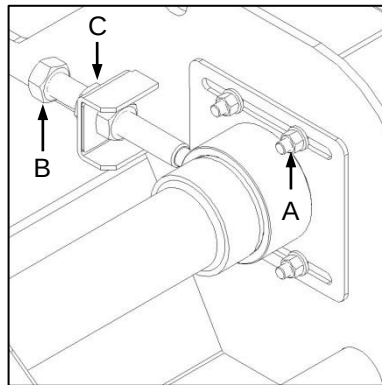
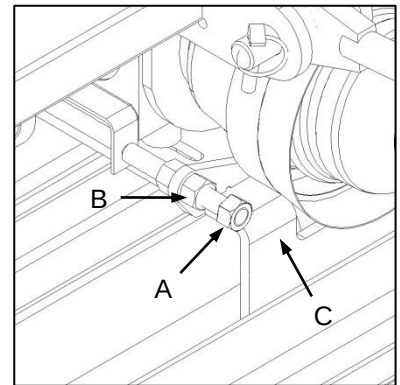

Fig. 11
Fig. 12
- ✓ Loosen 4x locking nuts on the drive tensioner base plate (Fig. 11-A) and 4x gearbox mounting bolts located below the gearbox base plate (Fig. 12-C).
- ✓ Loosen the tensioner lead-screw locknut (Fig. 11-C) and adjust the lead-screw (Fig. 11-B) to achieve the required belt tension.
- ✓ Laat skiet die 4x sluitmoere aan die dryfband-spannersteunplaat (Fig. 11-A) en die 4x ratkas-monteerboute onder die ratkassteunplaat (Fig. 12-C).
- ✓ Laat skiet die spannerleiskroefsluitmoer (Fig. 11-C) en verstel die leiskroef (Fig. 11-B) om die vereiste bandspanning te verkry.
- ✓ During the belt tensioning process, alignment of the gearbox should be maintained. Use the gearbox positioning lead-screw and locknut (Fig. 12-A and 12-B) for this purpose.
- ✓ Die belyning van die ratkas moet tydens die bandspanningsproses gehandhaaf word. Gebruik die ratkasposisioneringsleiskroef en sluitmoer (Fig. 12-A en 12-B) vir hierdie doel.